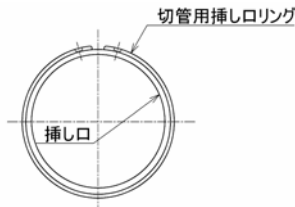

図71 切管用挿し口リングのセット
(2) 取付方法
- ① 溝内に砂などの異物が入っていないことを確認したら、専用の挿し口リング拡大器を用いて切管用挿し口リングを挿し口にセットする(図71)。